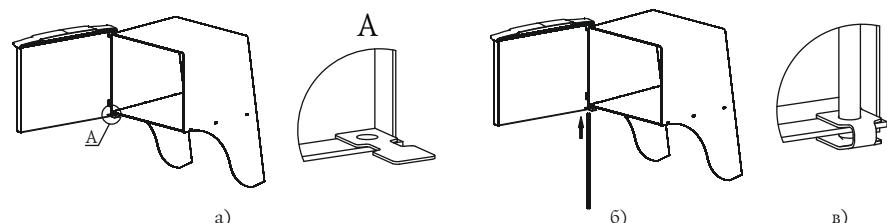

Рисунок 10. Установка дверцы при монтаже печи.
2. Установите дверцу на втулки топливного канала, совместив отверстия (рисунок 10.а);
3. Совместите отверстие упора с нижним отверстием каркаса, при этом упор должен располагаться внутри каркаса (рисунок 10.а);
4. Подогните упор, фиксируя конец оси между площадками упора (рисунок 10.в);